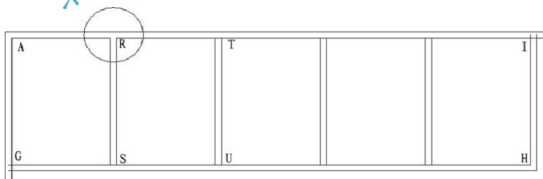

图 2.44 打开多线的 T 形接头
② 在**选择第一条多线**:提示下,单击选择 RS 线临近 AI 线处。
③ 在**选择第二条多线**:提示下,单击选择 AI 线临近 RS 线处,则 RS 和 AI 线相交处变成如图 2.44 所示的状态。
(3) 用同样的方法编辑其他的 T 形接头处,打开所有 T 形接头。